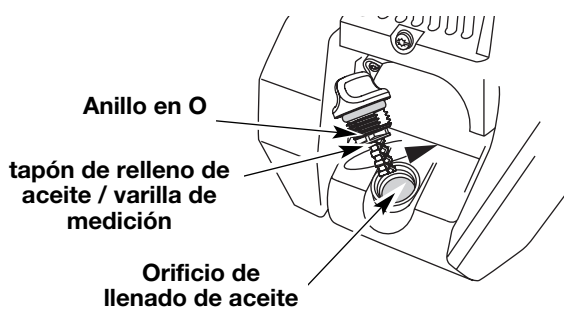

Figure 27
**NOTA:** Verifique que el anillo en O esté en su lugar en el tapón de relleno de aceite / varilla de medición cuando mida y cambie el aceite (Fig. 27).